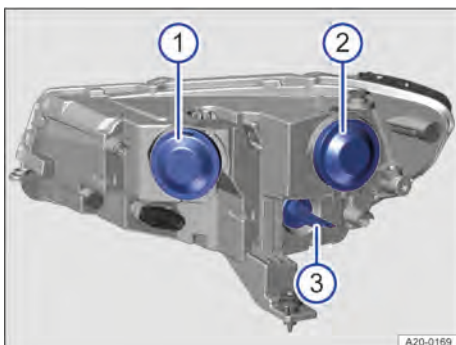

Abb. 179 Im Frontraum: Abdeckungen an der Rückseite des rechten Frontscheinwerfers.
1. Gummiabdeckung an der Scheinwerferrückseite abziehen → Abb. 179 ①.
5. Gummiabdeckung an der Scheinwerferrückseite anbringen → Abb. 179 ①.
1. Gummiabdeckung an der Scheinwerferrückseite abziehen → Abb. 179 ②.
5. Gummiabdeckung an der Scheinwerferrückseite anbringen → Abb. 179 ②.